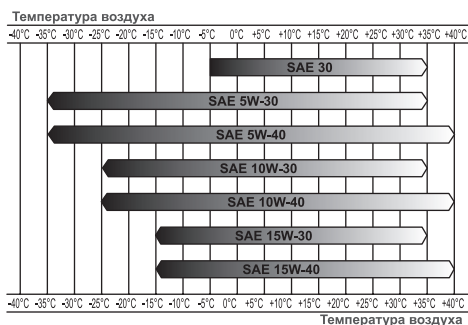

Рис. 4 Определение вязкости масла
*Нельзя применять масло для двухтактных двигателей. Рекомендуется применять моторное масло для четырехтактного бензинового двигателя категории SL/CF и выше по системе классификации API. Вязкость масла по классификации SAE выбирается в зависимости от температуры окружающего воздуха, при которой будет работать двигатель. При выборе вязкости масла пользуйтесь таблицей, показанной на Рис. 4.*